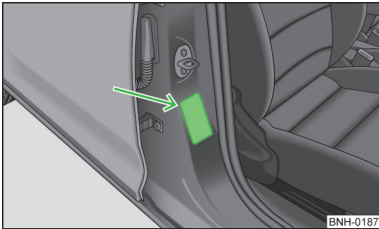

Abb. 124
- An der B-Säule auf der Beifahrerseite » Abb. 124. Der Aufkleber ist nach dem Öffnen der Beifahrertür sichtbar.